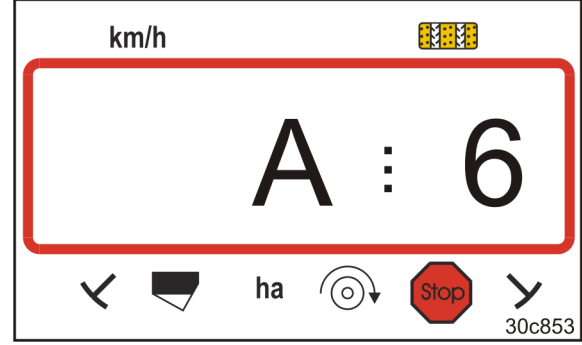

Fig. 40
- Gösterge (Fig. 40) görüntülenir